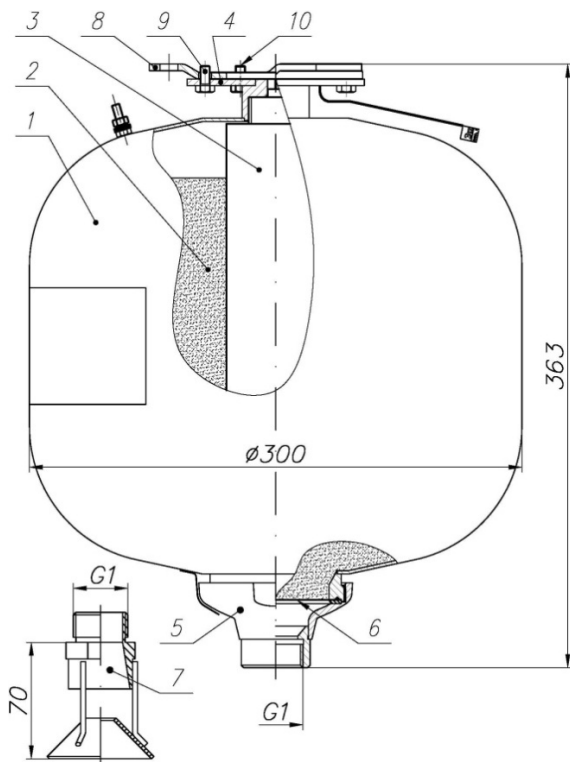

Рисунок 1 -Устройство модуля порошкового пожаротушения Буран-15КД
6.5 Соединить держатель модуля 4 (рис. 1) с кронштейном 8 так, чтобы головки болтов 10 вошли в широкие части пазов держателя модуля. После этого повернуть модуль вокруг оси упора, болты при этом заходят в узкие части пазов и удерживают модуль в подвешенном состоянии. Зафиксировать от поворота модуль относительно кронштейна болтом 9. Затянуть болты 10.
– Слесарным зубилом разрушить мембрану (поз. 6, рис.1). Высыпать огнетушащий порошок в полиэтиленовый мешок или другую водонепроницаемую емкость. Производственные помещения, в которых производится работа с огнетушащим порошком, должны быть оборудованы приточно-вытяжной вентиляцией, обеспечивающей движение воздуха со скоростью от 0,3 м/с до 0,7 м/с. При проведении работ необходимо соблюдать меры предосторожности, указанные в п.5.2 и 5.3. Порошок утилизировать согласно п.5.3.